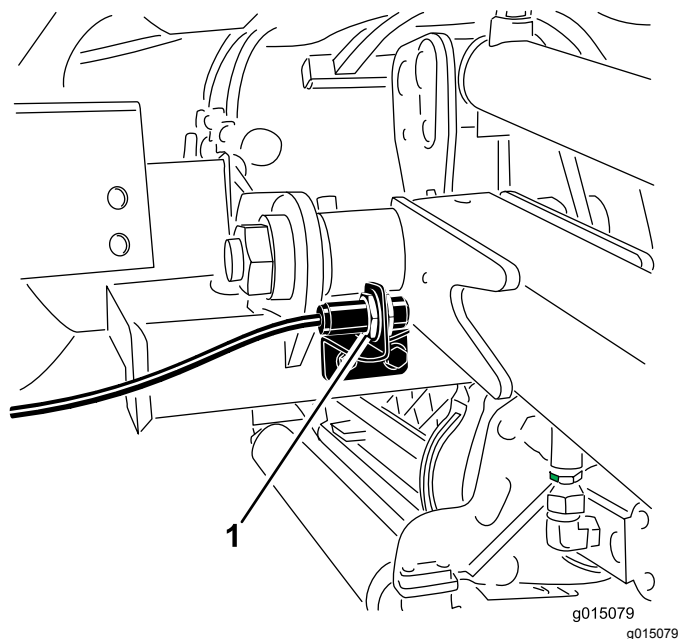

Figura 59
2. El interruptor del brazo de elevación está situado detrás del brazo de elevación delantero derecho (Figura 59).
3. Afloje los tornillos de montaje del interruptor (Figura 59) y mueva el interruptor hacia arriba para aumentar la altura de giro del brazo de elevación, o hacia abajo para reducir la altura de giro del brazo de elevación.